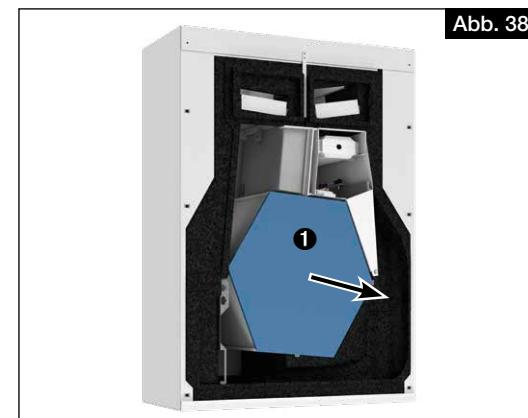

Abb. 38
2. Filter nach vorne herausziehen und wechseln (s. Abb. 38).